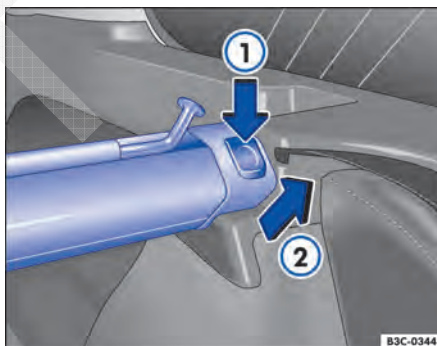

Fig. 122 No compartimento de bagagem: desinstalar a rede divisória.
- Pressionar a tecla de destravamento esquerda ou direita ⇒ Fig. 122 ① na direção da seta.
- Retirar a caixa na direção da seta ② do suporte.